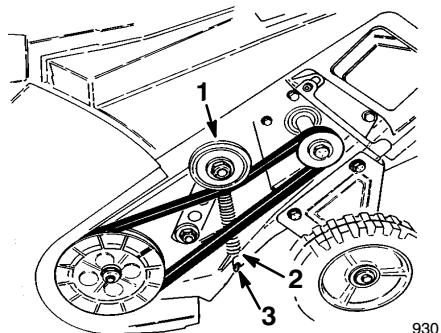

Figure 11
Vérifier que le long bout du ressort de tendeur est bien accroché dans l'encoche du carter, et l'extrémité arrondie dans la goupille à l'arrière du galet tendeur (Fig. 11).
8. Soulever le bras de tendeur, pincer la courroie et la mettre en place sous le galet tendeur (Fig. 11).